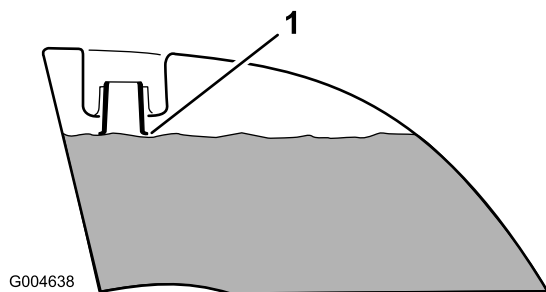

Figura 9
4. Aggiungete carburante in entrambi i serbatoi fin quando non è a livello con la base del collo del bocchettone (Figura 9). Non riempite troppo i serbatoi.